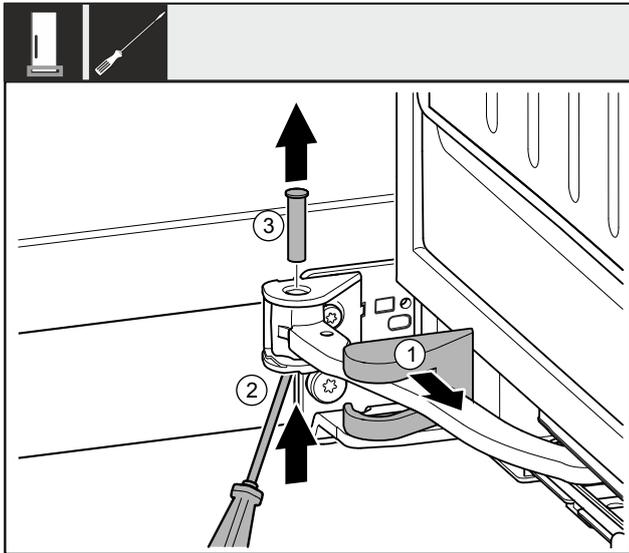

Fig. 9
- ▶ Rimuovere la copertura del blocco di supporto Fig. 9 (1) e spingerla lungo il giunto.
- ▶ Sollevare dal basso i perni Fig. 9 (2) con un cacciavite.
- ▶ Estrarre il perno Fig. 9 (3) dall'alto.